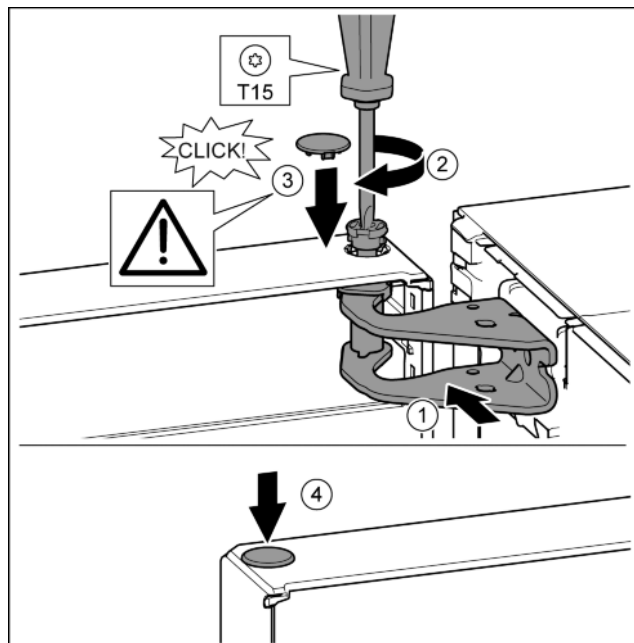

Fig. 23
- ▶ Wyrównać drzwi u góry względem otworu w płytce zawiasu. *Fig. 23 (1)*
- ▶ Założyć sworzeń i dokręcić śrubokrętem T15. *Fig. 23 (2)*
- ▶ Zamontować osłonę bezpieczeństwa w celu zabezpieczenia drzwi: Włożyć osłonę zabezpieczającą i sprawdzić, czy przylega ona do drzwi. Ponadto założyć cały sworzeń. *Fig. 23 (3)*
- ▶ Założyć zatyczkę. *Fig. 23 (4)*